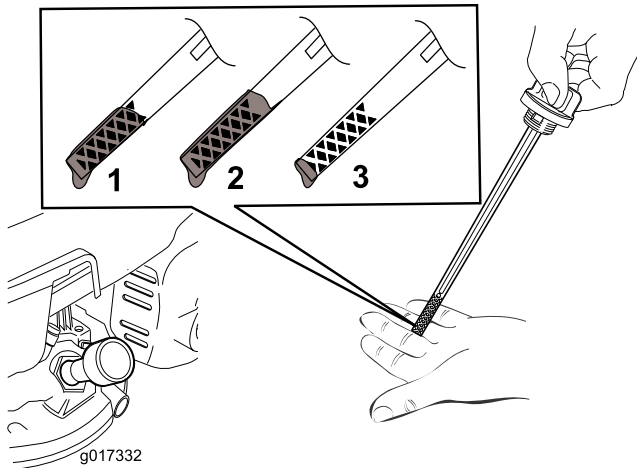
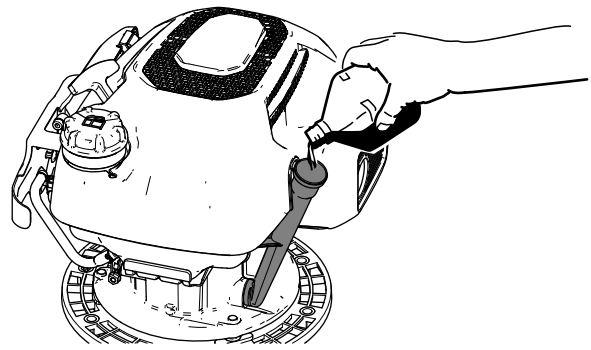

Figura 34
Figura 35
5. Se il livello dell'olio è prossimo o al di sotto del segno di limite inferiore sull'asta di livello (Figura 34), versate lentamente l'olio motore specificato nel bocchettone di riempimento dell'olio (Figura 35) e attendete 3 minuti.
5. Ponete una vaschetta di scarico accanto al piatto sul lato del bocchettone di riempimento dell'olio della macchina e sul pavimento (Figura 35).
1. Versate lentamente l'olio motore specificato nel bocchettone di riempimento dell'olio (Figura 35) e attendete 3 minuti.